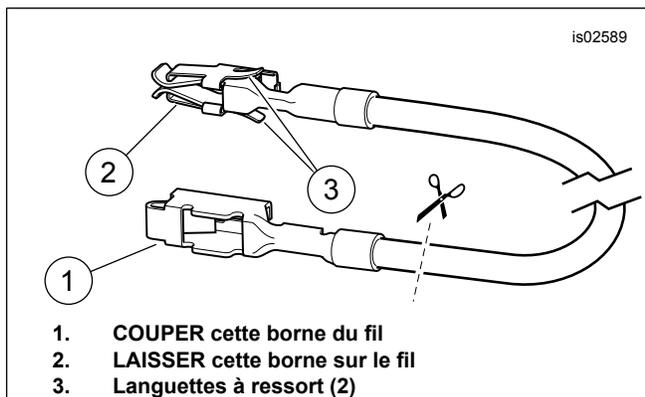

Figure 17. Fil adaptateur de bloc fusibles (Dyna et Softail)
- Voir Figure 27. Obtenir le fil adaptateur orange/blanc (12) du bloc fusibles dans le kit. Bien noter la borne à chaque extrémité (voir Figure 17). Seule la borne avec les languettes à ressort convient au bloc fusibles. Couper avec soin la borne non utilisée du fil et la mettre de côté.
3. Voir Figure 27. Obtenir le fil adaptateur orange/blanc (12) du bloc fusibles dans le kit. Bien noter la borne à chaque extrémité (voir Figure 17). Seule la borne avec les languettes à ressort convient au bloc fusibles. Couper avec soin la borne non utilisée du fil et la mettre de côté.